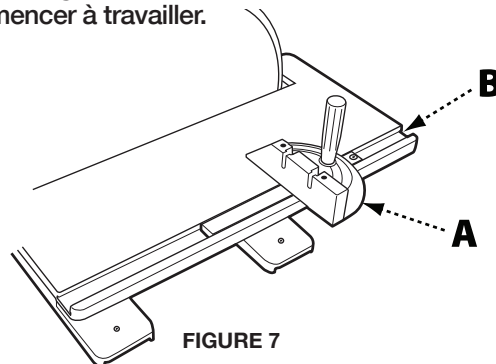

FIGURE 7
La plupart des travaux accomplis avec la ponceuse à disque de 30,5 cm DELTAMD sont généralement réalisés en se servant de la table comme support. Pour un ponçage précis de surfaces inclinées ou de bois de bout, comme indiqué à la Figure 7, votre disque de ponçage est accompagné d'un guide à onglets ajustables (A) et d'une rainure en « T » de 0,95 cm par 1,90 cm (B) usinée dans la table. Pour utiliser le guide à onglets fourni pour les surfaces inclinées ou de bois de bout, procédez comme suit :